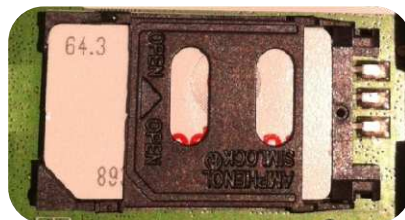

Figura 4: posizione SIM
- La SIM card correttamente inserita deve presentarsi come indicato in figura 4 :
- Posizionare la SIM facendo attenzione a rispettarne il verso: contatti verso il basso e smusso angolare orientato come in figura 4.